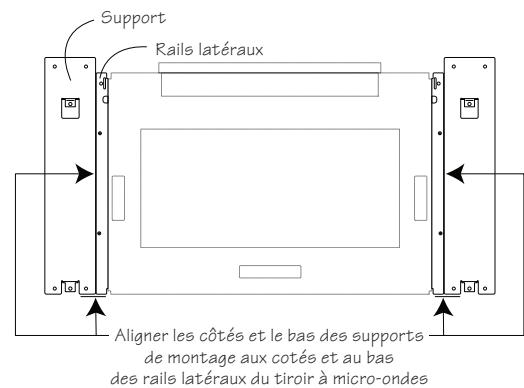

**Figure 6**
6. Fermer le tiroir afin de terminer l'installation du four. Voir la Figure 6.